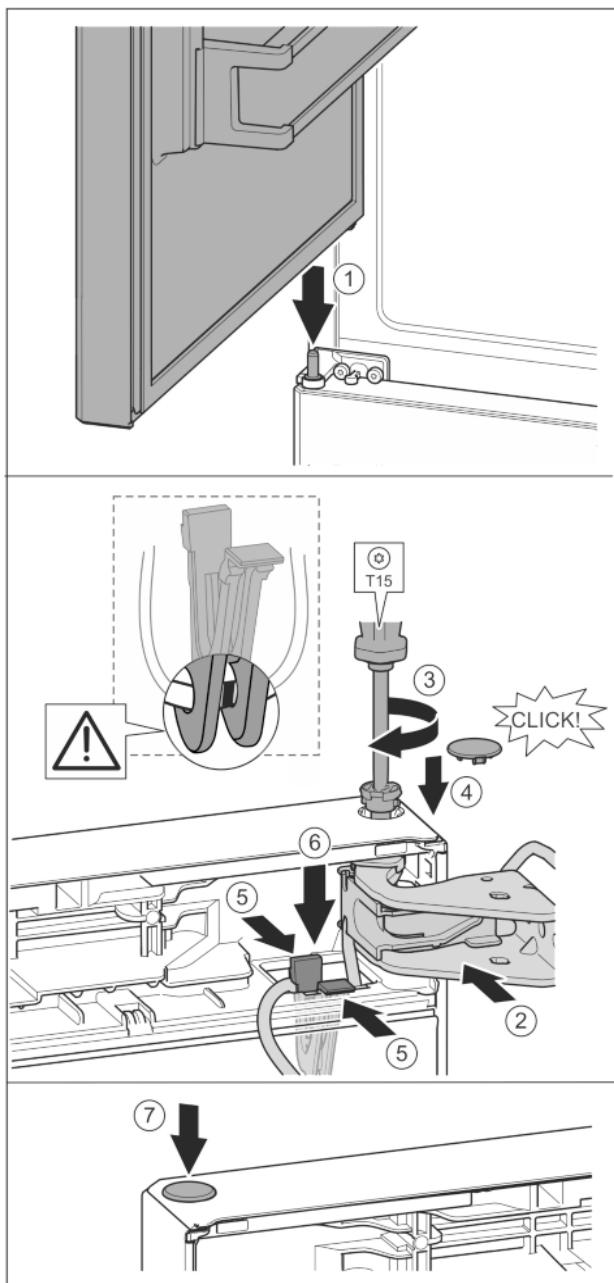

Fig. 36
- ▶ Założyć górne drzwi na środkowy sworzeń zawiasu. *Fig. 36 (1)*
- ▶ Wyrównać drzwi u góry względem otworu w płytce zawiasu. *Fig. 36 (2)*
- ▶ Założyć sworzeń i dokręcić śrubokrętem T15. *Fig. 36 (3)*
- ▶ Zamontować osłonę bezpieczeństwa w celu zabezpieczenia drzwi: Włożyć osłonę zabezpieczającą i sprawdzić, czy przylega ona do drzwi. Ponadto założyć cały sworzeń. *Fig. 36 (4)*
- ▶ Uchwyt z zamocowanym kablem umieścić w otworze. *Fig. 36 (5)*
- ▶ Uchwyt przycisnąć, aż nakładka zatrzśnie się. *Fig. 36 (6)*
- ▶ Założyć zatyczkę. *Fig. 36 (7)*